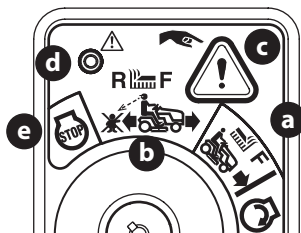

Figura 26
2. Gire la llave de encendido de la posición CORTE NORMAL (a) a la posición MODO PRECAUCIÓN MARCHA ATRÁS (b) del interruptor de encendido (Figura 26).
3. Presione y sostenga el botón MODO PRECAUCIÓN MARCHA ATRÁS (c) que está en la esquina superior derecha del módulo de encendido durante 3 segundos. La luz indicadora roja (d) que está en el ángulo superior izquierdo del módulo de encendido se mantendrá ENCENDIDA mientras esté activada (Figura 26).
4. Una vez activada (luz indicadora ENCENDIDA), se puede operar el tractor en marcha atrás con la PTO (enganche de cuchillas) en la posición acoplada (ON).
5. Siempre mire hacia abajo y hacia atrás antes y mientras se desplaza lentamente en marcha atrás, para asegurarse de que no haya niños en el área. Luego de retomar la marcha hacia adelante, vuelva la llave a la posición de CORTE NORMAL (a) para volver a la operación de corte normal (Figura 26 en la página 58).
- La llave se coloque ya sea en la posición CORTE NORMAL (a) o la posición STOP (detención) (e) (Figura 26).